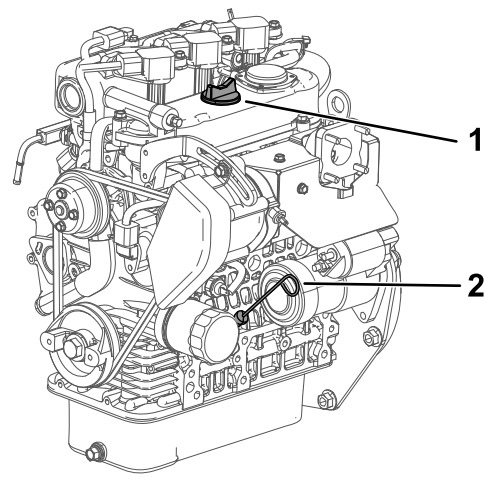

Figura 35
5. Inserte la varilla en el tubo y asegúrese de que entre a fondo (Figura 35).
6. Retire la varilla y compruebe el nivel de aceite (Figura 35).
7. Si el nivel de aceite es bajo, retire el tapón de llenado (Figura 35) y añada suficiente aceite para elevar el nivel a la marca Lleno de la varilla.
4. Retire la varilla y límpiela con un paño limpio (Figura 35).
8. Coloque la varilla firmemente (Figura 35).